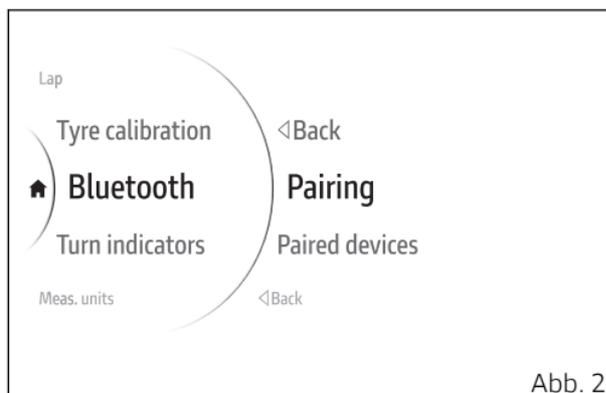

Abb. 2
- Anhand der Tasten (1) und (2) über das Interactive Menu die Angabe „Setting menu“ markieren, dann die Taste ENTER (3) drücken.
- Die Angabe „Bluetooth“ markieren, dann auf ENTER (3) drücken.
- Die Angabe „Pairing“ markieren, dann auf ENTER (3) drücken (Abb. 2).
- Die Angabe „Paired devices“ markieren, dann auf ENTER (3) (Abb. 2) drücken.